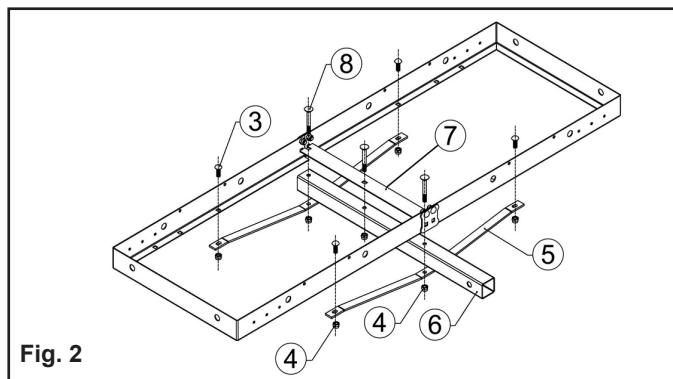

Fig. 2
- Figure 2 :** Installer la plaque d'attache (pièce 7) sur le haut du bâti, au milieu, et aligner les trous de chaque extrémité avec les trous du bâti.
- Figure 2 :** Ajouter la barre de traction de 2 po (pièce 6) directement en dessous de la plaque d'attache, sous le bâti. **Remarque : Les trois (3) trous sur le dessus de la barre de traction doivent être alignés avec les trois (3) trous de la plaque d'attache.**
- Figure 2 :** Visser un boulon de carrosserie M10x75 (pièce 8) dans le trou central de la plaque d'attache, dans le trou du milieu de la barre de traction, et le maintenir en place desserré avec un contre-écrou M10. Installer les deux (2) autres boulons de carrosserie M10x75 dans les trous situés à chaque extrémité de la plaque d'attache; **ne pas fixer en place avec les contre-écrous avant la prochaine étape.**
- Figure 2 :** Placer les ponts d'appui (pièce 5) sous la barre de traction, en alignant leurs trous centraux avec les boulons de carrosserie M10x75 à chaque extrémité de la plaque d'attache, et maintenir en place les ponts d'appui desserrés avec les contre-écrous M10. Installer ensuite chaque extrémité des ponts d'appui au rebord du bâti à l'aide des quatre (4) boulons de carrosserie M10x20 (pièce 3) et des contre-écrous M10.